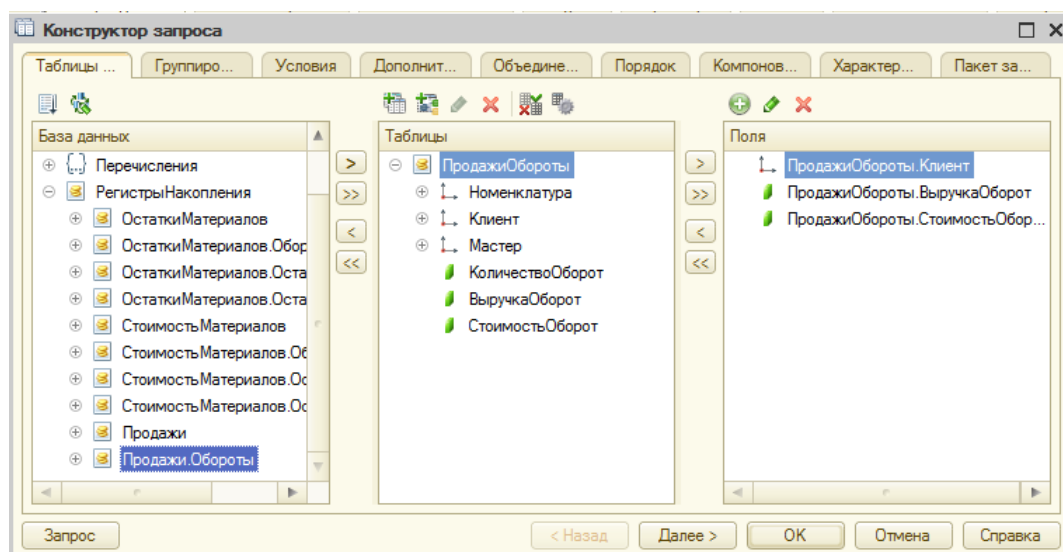

Рисунок 111 Конструктор запроса
15. Из виртуальной таблицы выберите поля: Клиент, ВыручкаОбороты, СтоимостьОборот (рис. 111).